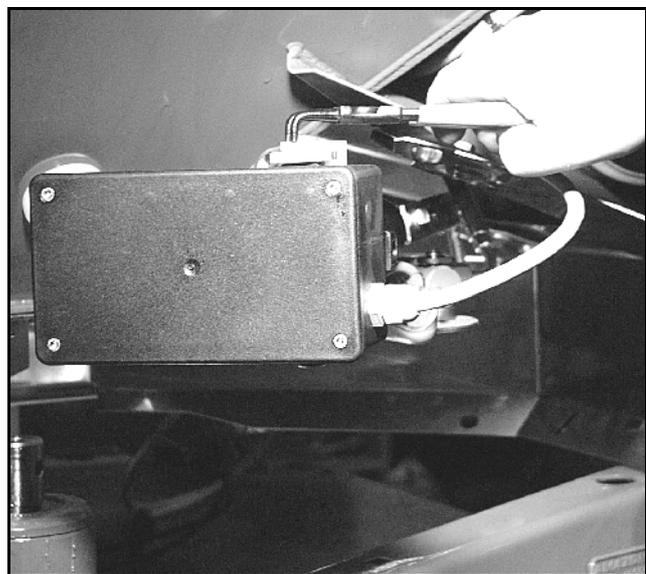

Fig. 5
- Rimuovere i due clips (Fig. 5/1) con un circlip pliers (Fig. 5/2).